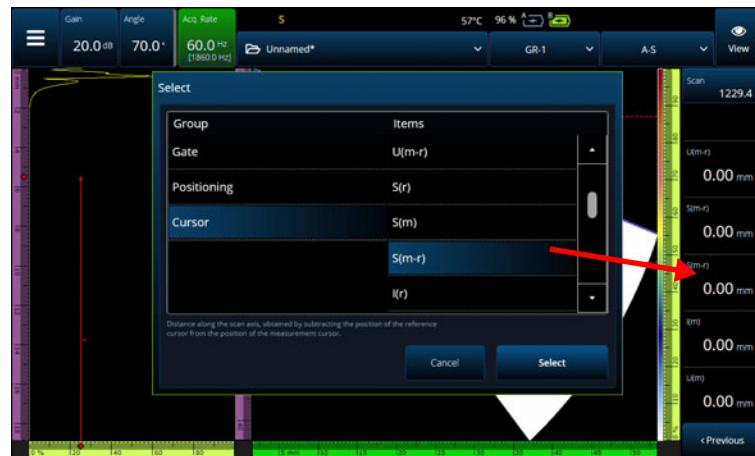

図 2-63 測定値の選択例
2. Select Reading List (測定値リストの選択) の場合、1 つの特定の測定値を、使用可能な測定値に置き換えることができます (125 ページの図 2-63)。